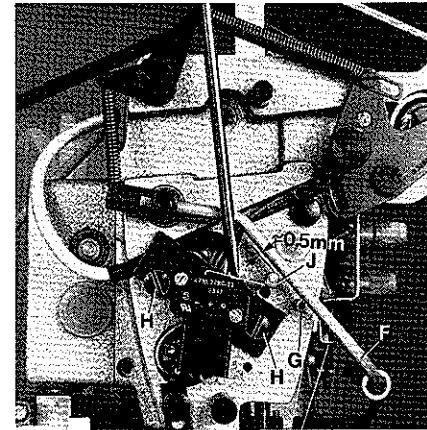
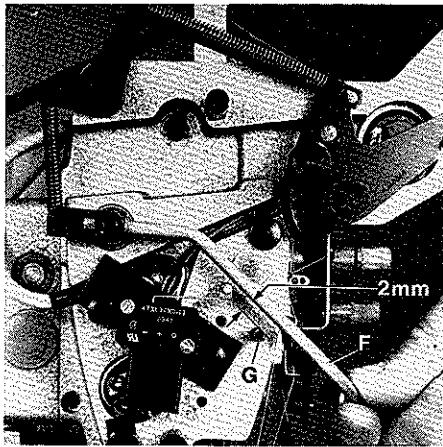

Fig.57
Fig.58
Loosen the two screws (H, Fig.57) and position the micro switch so the roller lever (J) of switch has still an end play of approx. 0,5 mm (.020 in.) (see Fig.57) below actuating lever (F) resting on roll pin (G), in order not to damage the switch. Retighten screws (H). The micro switch is set correctly when the motor of the metering device switches off at the time the actuating lever (F, Fig.58) has raised by 2 mm (5/64 in.) (see Fig.58) from roll pin (G).
Lösen Sie die beiden Schrauben (H, Fig.57) und positionieren Sie den Mikroschalter so, daß der Rollenhebel (J) des Schalters noch etwa 0,5 mm (siehe Fig.57) Spiel nach unten hat, wenn der Schaltbügel (F) an der Spannhülse (G) anliegt, damit der Schalter nicht beschädigt wird. Ziehen Sie die Schrauben (H) wieder an.
Der Mikroschalter ist richtig eingestellt, wenn beim Abheben des Schaltbügels (F, Fig.58) von der Spannhülse (G) um 2 mm (siehe Fig.58), der Motor des Zumeßgeräts ausschaltet. Montieren Sie den Kopfdeckel, den Führungsbügel und die Rändelschraube mit Stellring wieder.